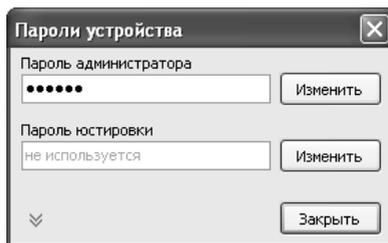

Рисунок 2
10.3 Для выбора необходимого протокола устройства нужно нажать кнопку "Сервис" → "Изменить протокол устройства". После выбора протокола программа предложит ввести пароль администратора, нажать кнопку "Да". В появившемся окне ввести пароль (заводское значение – "123456") и нажать кнопку "Закрыть" (рисунок 2).